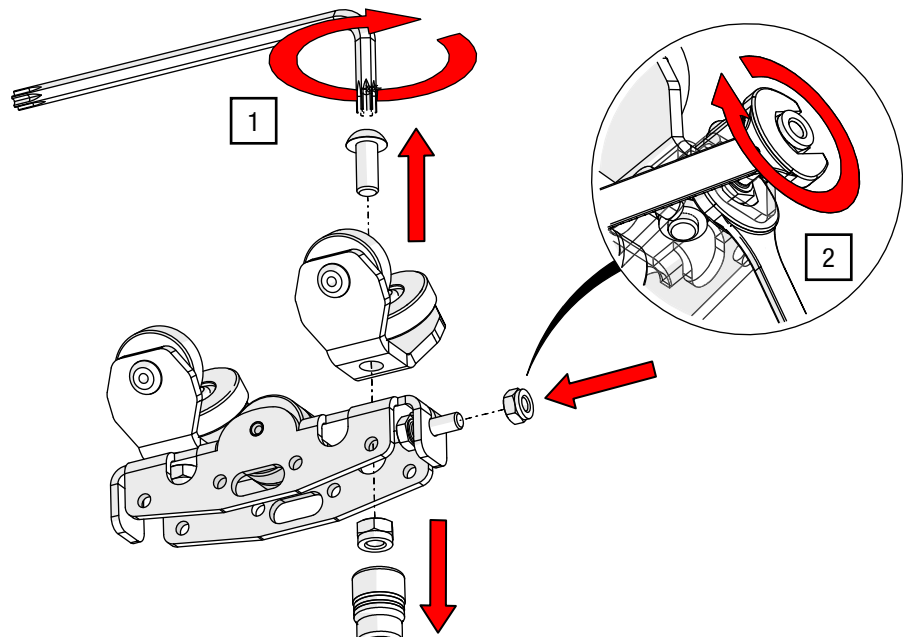

Abb. 44: Zugwagen OFFICE – Montage von Schraube für Magnetkopplung
1. Lösen Sie die Verschraubung der vorderen Radaufnahme mit einem Sechskant-Steckschlüssel SW 8 und TORX®-Schlüssel T25 (siehe Abb. 44).
2. Entfernen Sie den Gummipuffer, montieren Sie die Schraube der Magnetgegenplatte im Zugwagen und ziehen Sie die Sechskantmutter mit zwei Gabelschlüsseln SW 4 mit 3 Nm an (siehe Abb. 44).